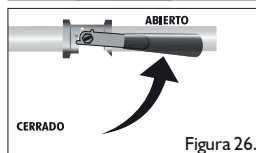

Figura 26.
- Gire la válvula de paso hasta la posición ABIERTO (Figura 26).